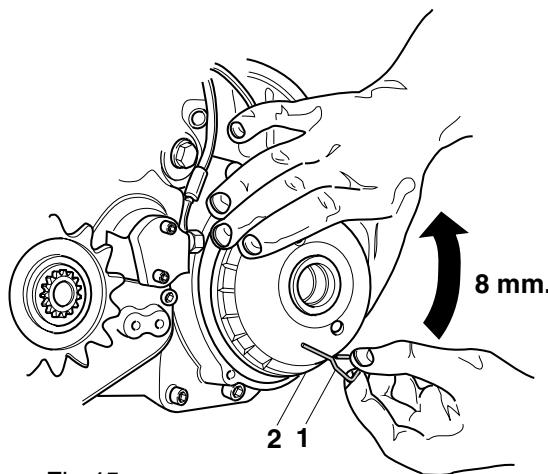

Fig.45
3. Inserire l'apposita spina in dotazione "1" come illustrato in Fig.45.
3. Inserting the suitable pin "1" as illustrated in Fig. 45.
5. Unthreading the rotor " 2" from its own position (Fig.45).
3. Den mitgelieferten Stift "1" einsetzen: siehe Abb.45.
5. Rotor "2" von seinem Sitz herausnehmen (Abb. 45) .
3. Insérer la cheville en dotation "1" : voir fig.45.
5. Enlever le rotor "2" de son siège (Fig.45).